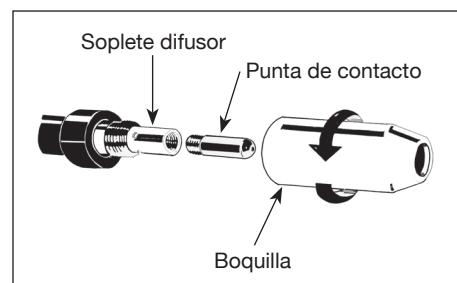

Figura 5 - Boquilla del soplete
7. Desenrosque la boquilla y la punta de contacto del extremo de soplete (Ver la Figura 5). Enchufe la soldadora en un tomacorriente adecuado.
9. Con cuidado deslice la punta de contacto sobre el alambre, enrosque la punta en el extremo del soplete y vuelva a instalar la boquilla (Ver la Figura 5). Corte el alambre a cerca de 1/4 de pulgada (6 mm) del extremo de la boquilla.